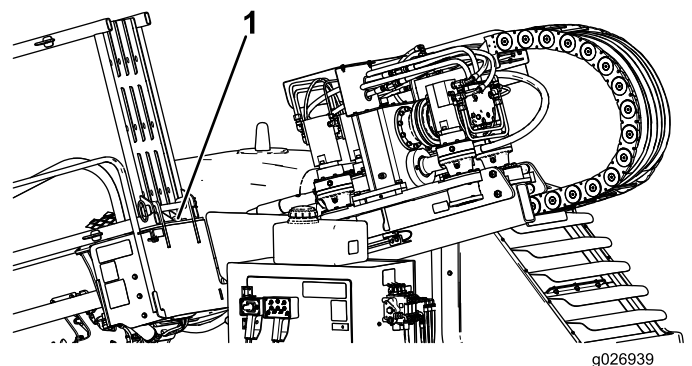

Bild 71
7. Lagern Sie das Zylinderschloss an der Rückseite des Rohrhalters (Bild 71).